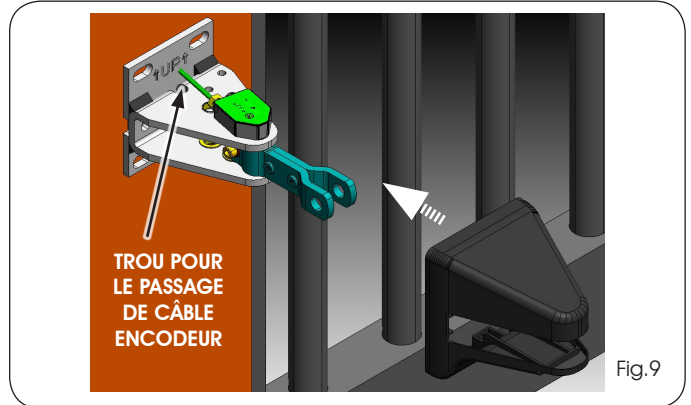

Fig.9
4. Monter le carter de protection sur la bride arrière, en exerçant une légère pression (Fig. 9).